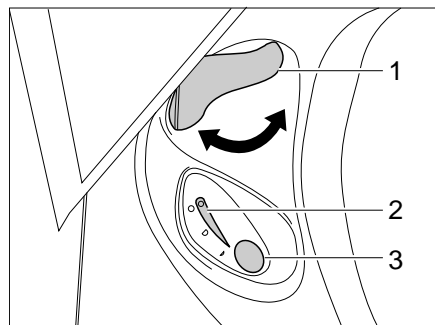

Bild 160 Bedieneinheit Thetford-Toilette
- Vor dem Spülen den Schieber der Thetford-Toilette öffnen. Dazu den Schieberhebel (Bild 160,1) entgegen dem Uhrzeigersinn drehen.
- Zum Spülen den blauen Spülknopf (Bild 160,3) drücken.
- Nach dem Spülen den Schieber schließen. Dazu den Schieberhebel (Bild 160,1) im Uhrzeigersinn drehen.
Die Kontroll-Leuchte (Bild 160,2) leuchtet, wenn die Thetford-Kassette entleert werden muss.
- Den Schieberhebel (Bild 160,1) im Uhrzeigersinn drehen. Der Schieber wird geschlossen. Zum Entleeren **muss** in der Thetford-Toilette der Schieber geschlossen sein.